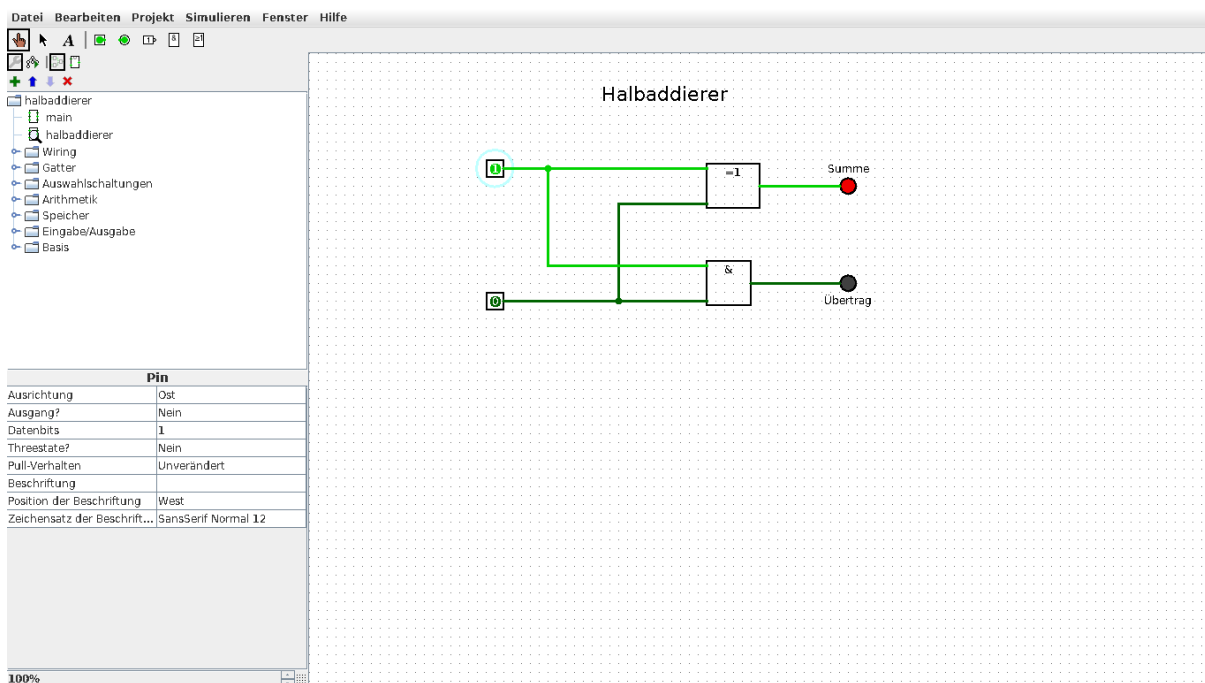

Abbildung 12.2: Logisim (Halbaddierer)
In Abbildung 12.2 ist das Schaltbild der Schaltung zu sehen, die Sie aufbauen sollen.
- Schreiben Sie sich die Nummern der zuvor gewählten Gatter der beiden ICs in den Schaltplan (Abb. 12.2).
Nun können Sie die benötigten Bauteile gemäß Abbildung 12.2 platzieren und anschliessend verbinden.